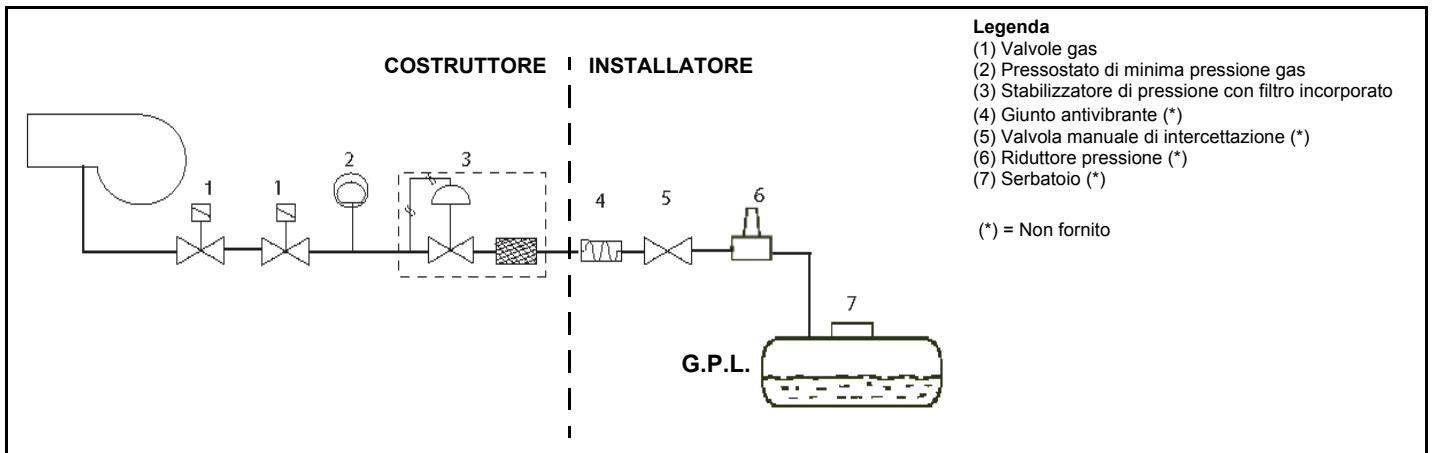

Fig. 4
**ATTENZIONE: una volta montata la rampa secondo lo schema riportato in Fig. 4, deve essere effettuata la prova di tenuta del circuito gas, secondo le modalità previste dalla normativa vigente.**